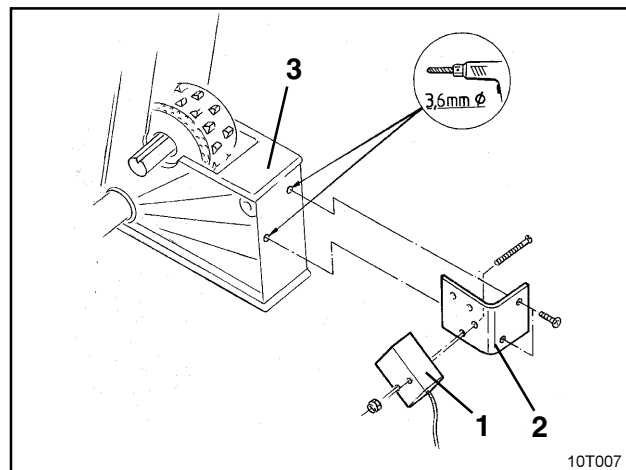

Fig. 10.1
- ☐ Sensor (Fig. 10.1/1) am Sensorhalter (Fig. 10.1/2) anschrauben.
- ☐ Zwei Löcher (Ø 3,6 mm) mit dem mitgelieferten Bohrer in das letzte Sägehäuse (Fig. 10.1/3) links außen bohren.
- ☐ Sensorhalter (Fig. 10.1/2) am Sägehäuse anschrauben.